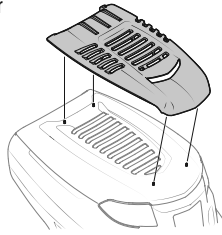

Figure 9
3. Enclenchez le couvercle de prise d'air sur le capot. Voir Figure 9.